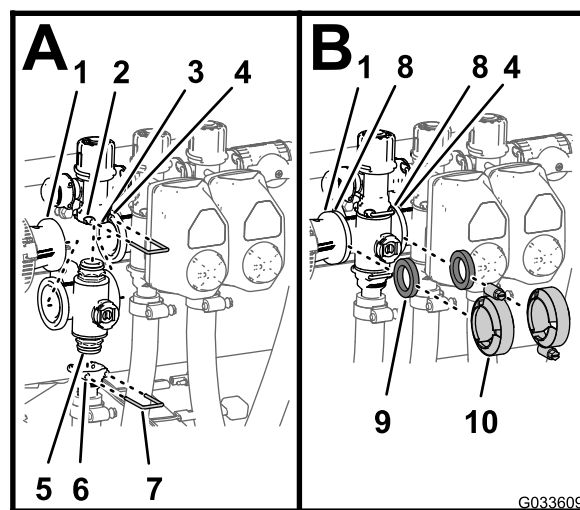

Рисунок 128
2. Закрепите штуцер торцевой крышки на перепускном штуцере, вставив держатель в гнездо перепускного штуцера (Рисунок 128 А).
3. Установите выпускной штуцер на нижний штуцер торцевой крышки коллекторного клапана (Рисунок 128 А).
4. Прикрепите штуцер торцевой крышки к выпускному штуцеру, вставив держатель в гнездо выпускного штуцера (Рисунок 128А).
5. Установите прокладку между фланцами переходной муфты и коллектором клапана секции (Рисунок 128В).
6. Смонтируйте переходную муфту, прокладку и коллектор клапана секции с помощью хомута, затянув его от руки (Рисунок 128В).
7. При установке 2 самых левых клапанов секций установите прокладку между фланцами 2 прилегающих коллекторов клапанов секций (Рисунок 128В).
8. Смонтируйте 2 находящихся рядом коллектора клапанов секций и прокладку с помощью хомута, затянув его от руки (Рисунок 128В).
1. Вставьте верхний штуцер торцевой крышки коллекторного клапана в перепускной штуцер (Рисунок 128 А.).